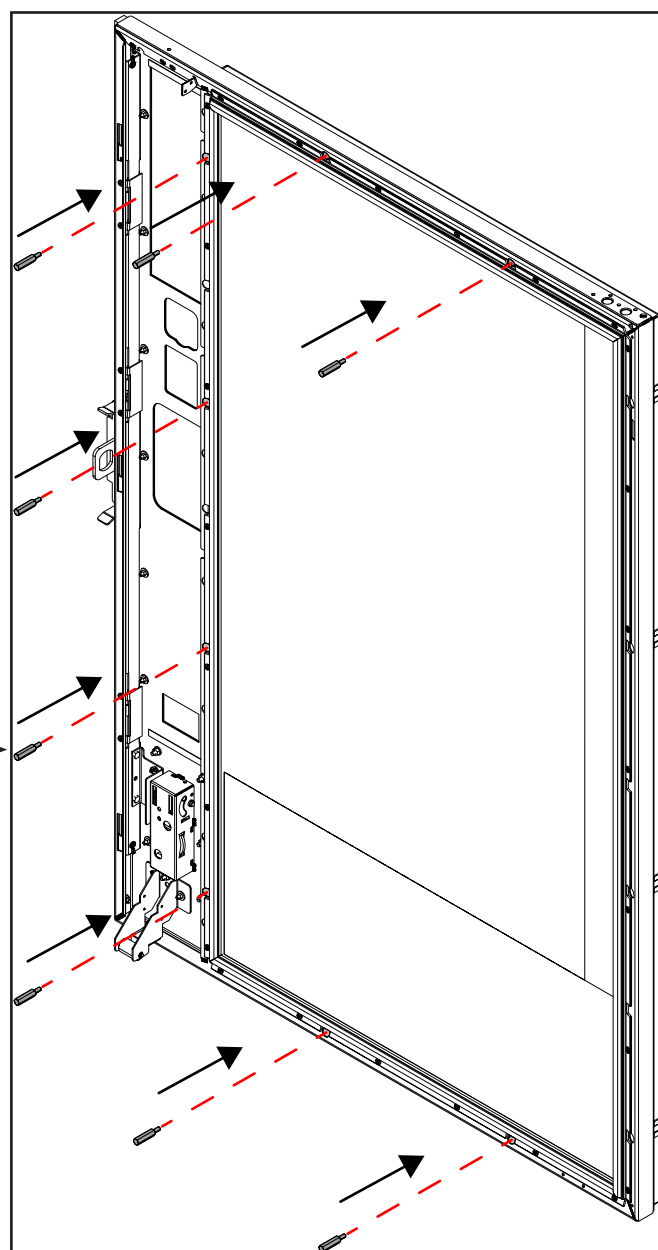

Fig. 30
2. Poser la protection antichoc à l'aide des 8 boulons filetés hexagonaux de 10 mm (fig. 30).